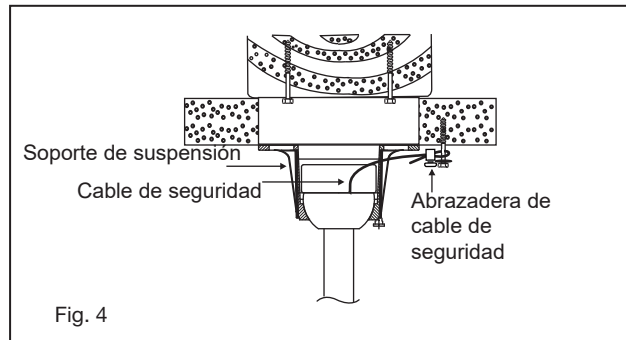

Fig. 4
- 9 Levante la bola / varilla / ventilador en la abertura del soporte de suspensión. **NOTA:** La lengüeta opuesta a la abertura del soporte del colgador debe encajar en la ranura de la bola. (Fig. 4)
(Fig. 4). Corte el exceso de cable de seguridad.